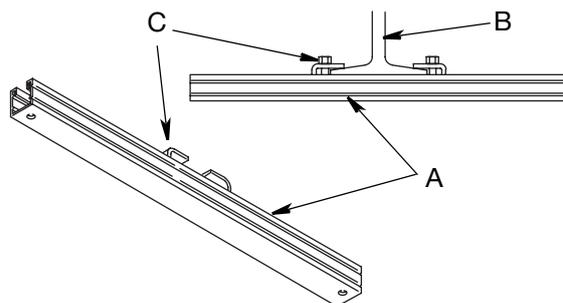

ABB. 26
Weitere Schritte, siehe ABB. 26.
7. Die 4 Montageöffnungen in der Montageplatte mit den Öffnungen nahe der Enden der Montagehalterungen (A) ausrichten (ABB. 26) und den Schlauchaufroller fest auf den Montagehalterungen festschrauben.
9. Die verstellbaren Klemmen (C) der Montagehalterungen an den Flanschen des Montageträgers (B) positionieren (ABB. 26). Klemmen mit 13,5 N.m (10 ft. lbs) festziehen.